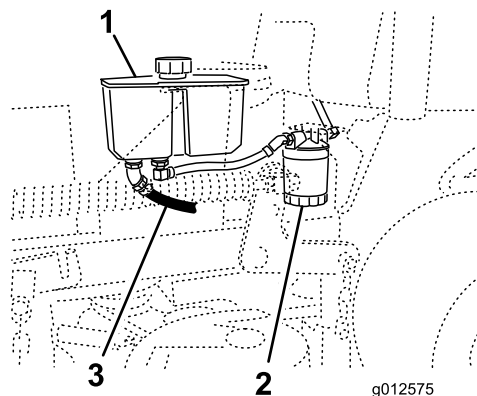

Figura 73
4. Localice el manguito hidráulico delantero, debajo del depósito de aceite, y coloque un recipiente debajo del depósito (Figura 73).